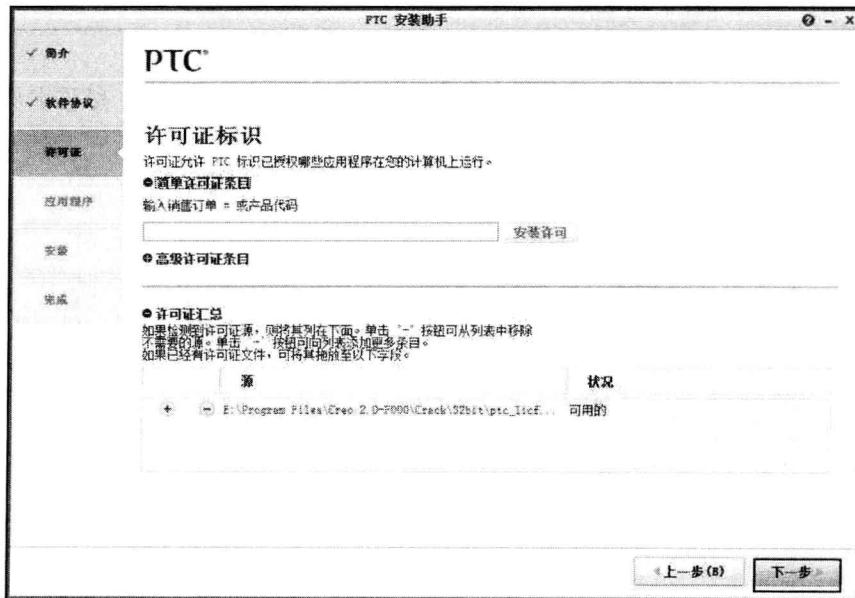

图 1-18
Step 03 单击“下一步”按钮，自动切换至“许可证标识”界面，将软件服务商提供的许可证文件拖放至“许可证汇总”区域的“源”文本框中，如图 1-18 所示。